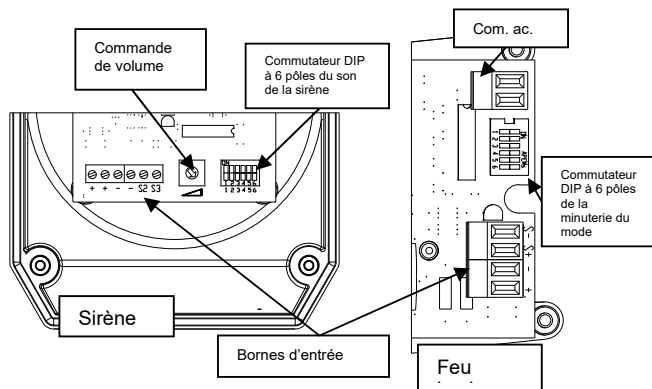

Fig. 2 Emplacement des bornes et des commandes.
- Retirer le passe-câble en PVC et installer un presse-étoupe ou une entrée de conduit M20 x 1,5 dans le trou du boîtier, et brancher le câblage du site aux bornes appropriées de l'avertisseur combiné sonore et lumineux, comme illustré dans les sections 5 et 6 et à la figure 2 de ce mode d'emploi. Les bornes
- Sélectionner le son désiré de la sirène en positionnant le commutateur DIP à 6 pôles comme illustré dans le Tableau 2.0 et à la Figure 2.
- Si nécessaire, régler le délai de la minuterie du mode silencieux de la sirène à l'aide du commutateur DIP à 6 pôles comme illustré dans le Tableau 3.0 et à la Figure 2.
Le volume de l'avertisseur combiné sonore et lumineux IS-DL105 peut être réglé à l'aide du potentiomètre de la commande de volume (voir Fig. 2).
Choix des sons. Afin de sélectionner le son de premier niveau requis, régler les commutateurs de son 1 à 6 (voir Fig. 2) sur le réglage indiqué dans le tableau ci-dessous. Ce tableau indique également quels sont les sons de 2^e et 3^e niveaux disponibles avec le son de premier niveau sélectionné si plusieurs niveaux sonores sont requis.